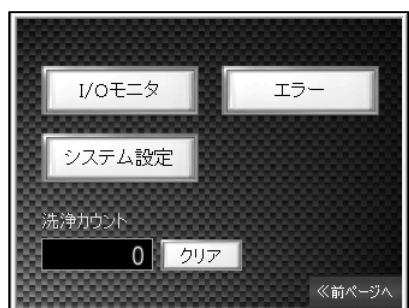

図 7-41
7. 5 メニュー(図 7-41)
- ・メニュー画面(図 7-41)の[I/O モニタ]スイッチを押すと、I/O モニタ画面に切り替えります。
- メニュー画面(図 7-41)の **システム設定**スイッチを押すと、システム設定画面に切り替えります。(図 7-42)
7.5.3 洗浄回数表示(図 7-41)
- メニュー画面(図 7-41)の [エラー]スイッチを押すと、エラーメニュー画面に切り替ります。(図 7-44)